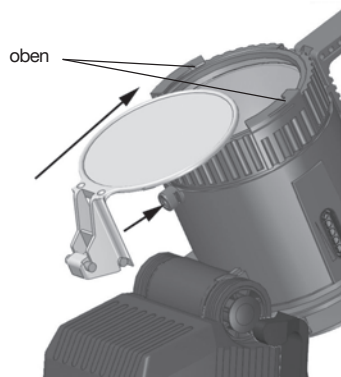

Bild 2 Scheibe einführen
2. Batteriegehäuse (Bild 2)
Zur Erhöhung der Standfestigkeit des Handscheinwerfers kann ein Schieber am Boden der Leuchte nach hinten herausgezogen werden (Bild 2, Pos. 1).
Zum Einsetzen der Scheibe auf den Leuchtenkopf den Verschraubungsring zur Fokussierung so drehen, dass die Markierungsnut unter dem Traggriff steht (Bild 2, „oben“).
Dann kann die Vorsteckscheibe bei abgeschwenktem Leuchtenkopf **von unten** (Bild 2) in die Scheibenhalterung eingesteckt werden. Der Stützfuß der Vorsteckscheibe muss dann die Hülse der unteren Befestigungsschraube komplett abdecken.
2. Schieben Sie den Schieber unter dem Batteriegehäuse soweit zurück, bis die Sechskantschraube in der Bohrung des Schiebers sichtbar wird. (Bild 2, Pos. 1)
4. Lösen Sie die blaue (-) und die gelbe (+) Batterieladeleitung (Bild 2, Pos.3a/b) sowie die Steckverbindung (Bild 2, Pos.4) und entnehmen Sie die Batterie.
5. Setzen Sie die neue Batterie ein und schließen Sie die Leitungen polrichtig an. Blaue (-) (Bild 2, Pos.3a) und die gelbe (+) Batterieladeleitung (Bild 2, Pos. 3b)